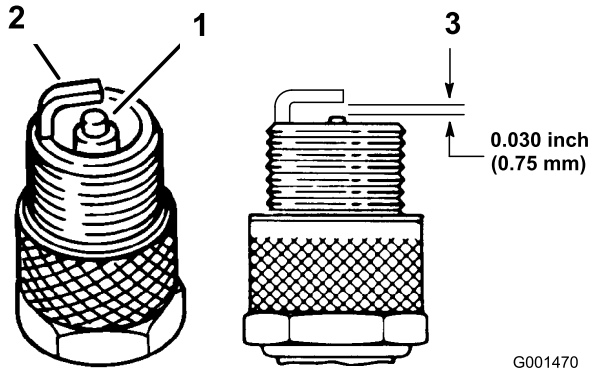

Figura 43
1. Mire la parte central de las bujías (Figura 43). Si se observa un color gris o marrón claro en el aislante, el motor está funcionando correctamente. Si el aislante aparece de color negro, significa que el limpiador de aire está sucio.
2. Compruebe la separación entre los electrodos central y lateral (Figura 43). Si la distancia no es correcta, doble el electrodo lateral (Figura 43).